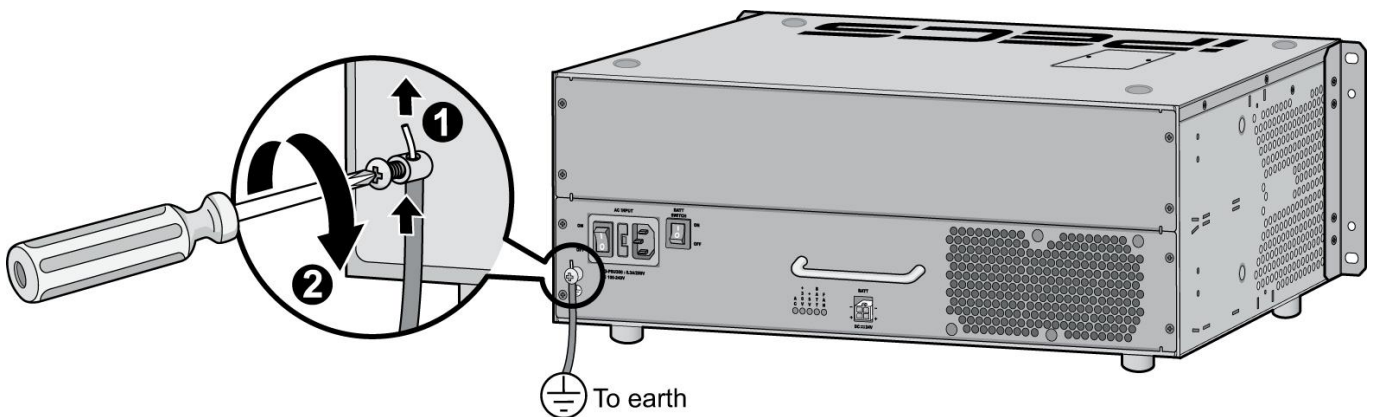

Рисунок 3.2.6. Заземление KSU
1. Ослабьте винт заземления, повернув его против часовой стрелки (см. рис. 3.2.6).